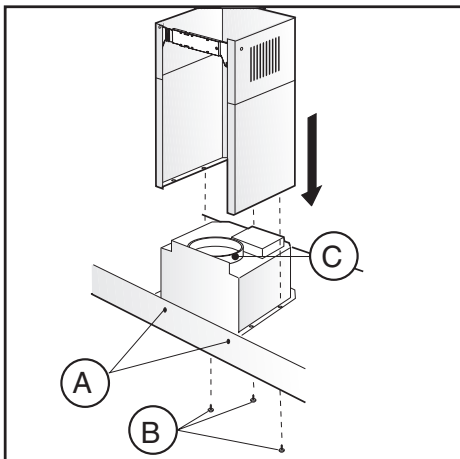

Fig.5
• La distanza minima fra la superficie di supporto dei recipienti di cottura sul dispositivo di cottura e la parte più bassa della cappa da cucina deve essere di almeno 65 cm (Fig.5). Se dovesse essere usato un tubo di connessione composto di due o più parti, la parte superiore deve essere all'esterno di quella inferiore. Non collegare lo scarico della cappa ad un condotto in cui circoli aria calda o utilizzato per evacuare fumi degli apparecchi alimentati da un'energia diversa da quella elettrica. Prima di procedere alle operazioni di montaggio, per una più facile manovrabilità dell'apparecchio disinserire i filtro/i antigraffio (Fig.6).